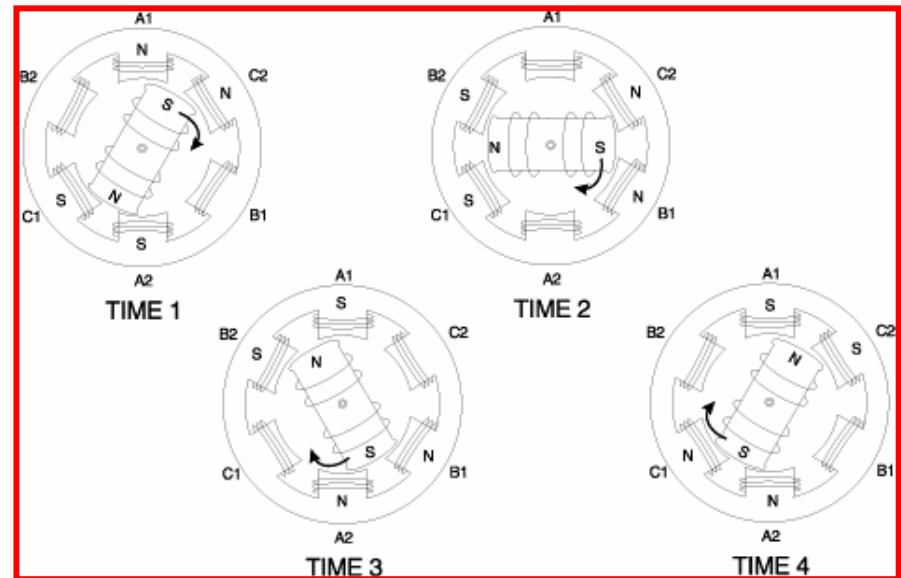

Figura 5. Rotación del campo magnético de un motor de CA.
- En la Figura 5 se muestra como van rotando los campos magnéticos del estator. De acuerdo con la figura, el estator tiene seis polos magnéticos y el rotor tiene dos polos.